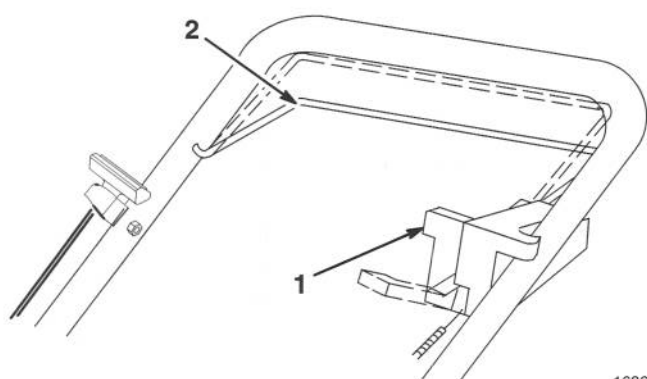

Figure 10
3. Baisser la barre de commande à mi-course et ramener le levier de traction vers l'arrière (vers soi) (Fig. 10).